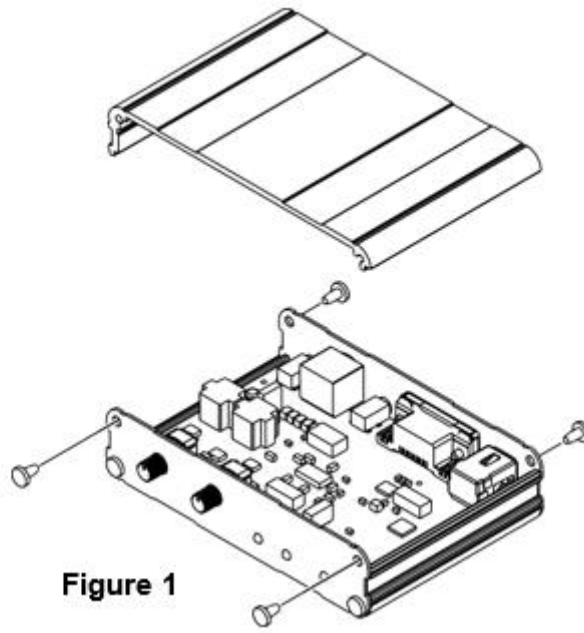

Figure 1
2. Podle obrázku 1 (Figure 1) odšroubujte 4 šrouby připevňující horní kryt a poté ho odstraňte.